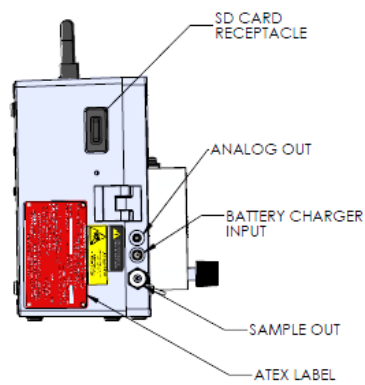

Abbildung 24. Batterie-Ladeingang
3. Verbinden Sie die Buchse mit dem Ladeanschluss Ihres Analysegerätes, der sich unten befindet, wie in Abbildung 24 dargestellt